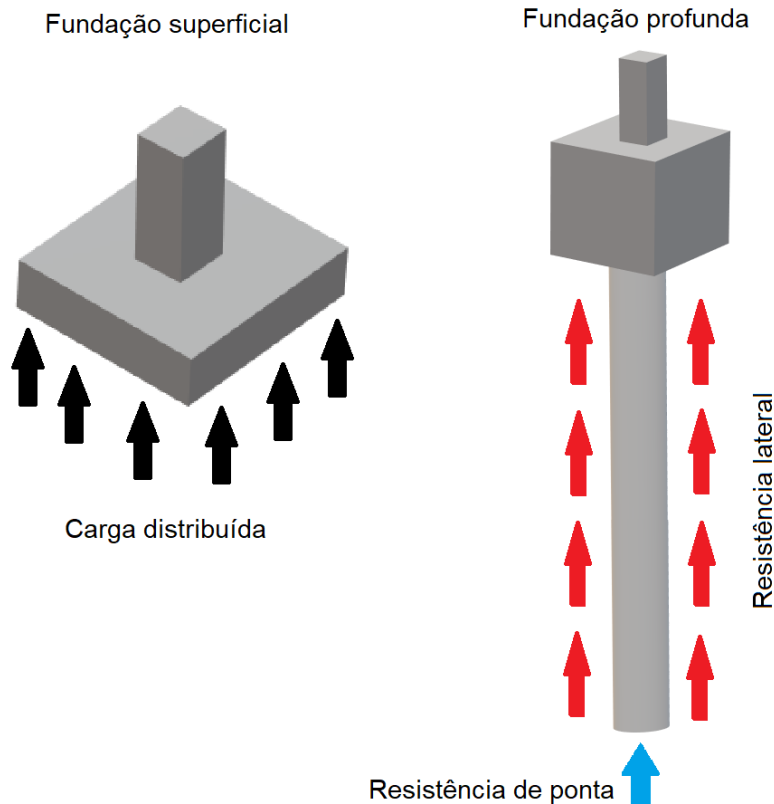

Figura 4: Reação do solo sobre fundações superficiais e profundas.
Outro ponto interessante é que fundações superficiais se caracterizam pelo uso de elementos com **área horizontal elevada** para transmitir a carga recebida de maneira bem **distribuída por uma maior área de solo**. Com isso, reduzimos o valor da tensão imposta ao terreno (Figura 4).
- **Resistência de ponta** oriunda do **contato da base** do elemento de fundação com o solo (Figura 4), em que são transmitidas cargas ao solo por compressão.